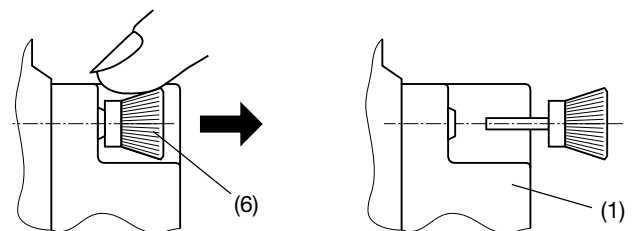

Fig. 4
Pour le démontage, retirer les rivets spéciaux en les tenant par leur tête moletée (6) (Fig. 4). Le module complémentaire (1) peut maintenant être débrosché.